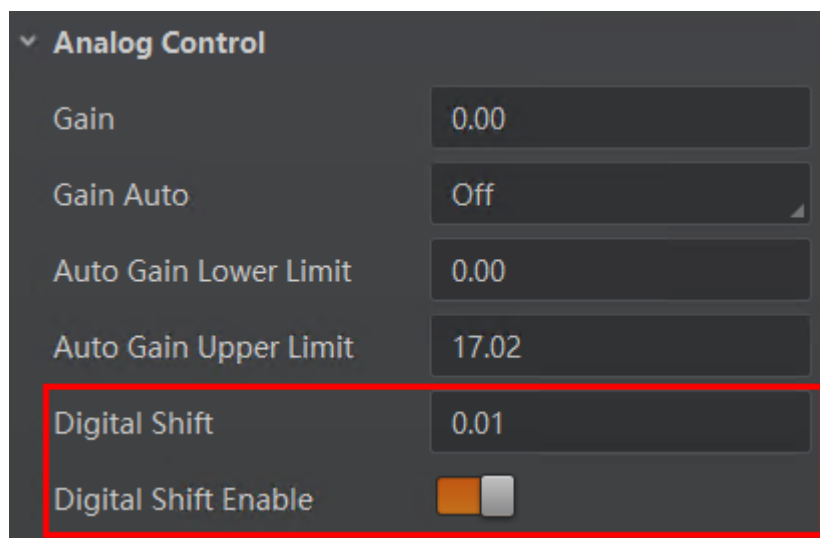

图7-22 数字增益设置
2. 在 *Digital Shift* 参数中输入需要设置的数字，如图 7-22 所示。